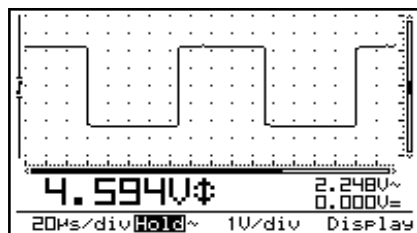

Fig 14
- **Dot grid** : se divide la pantalla en puntos de referencia. (Fig. 14)